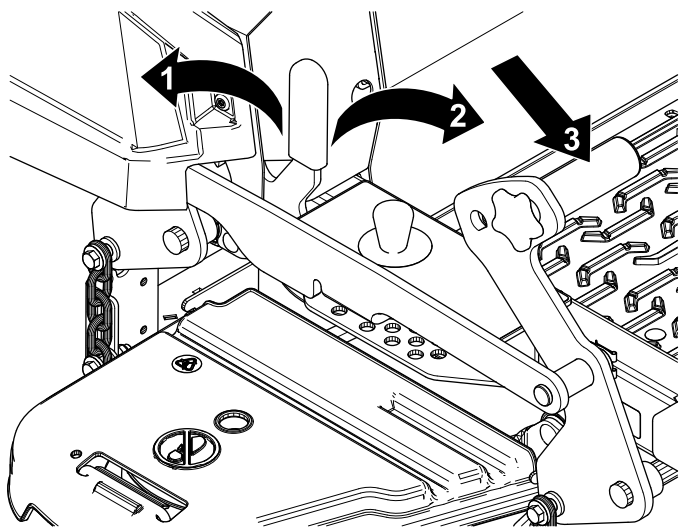

Рисунок 28
1. Нажмите педаль подъема деки до упора вперед, чтобы заблокировать деку газонокосилки в **ТРАНСПОРТНОМ** положении (Рисунок 28).
2. Нажмите вперед педаль подъема деки вперед и нажмите вперед транспортный фиксатор в положение **РАЗБЛОКИРОВАНО**, затем медленно опустите деку газонокосилки (Рисунок 28).